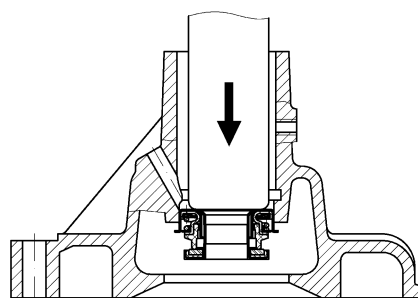

Рис.144. Выпрессовка уплотнения водяного
- выпрессовать уплотнение из корпуса (рис.144).